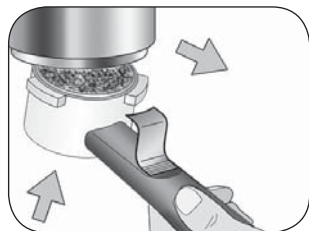

Fig. 16
- 5 Dopo aver preparato il caffè, nel togliere il portafiltro, la cialda potrebbe rimanere incastrata nella parte superiore dell'apparecchio. Per toglierla, inclinare il portafiltro (Fig. 16), lasciando che la cialda ricada sullo stesso.